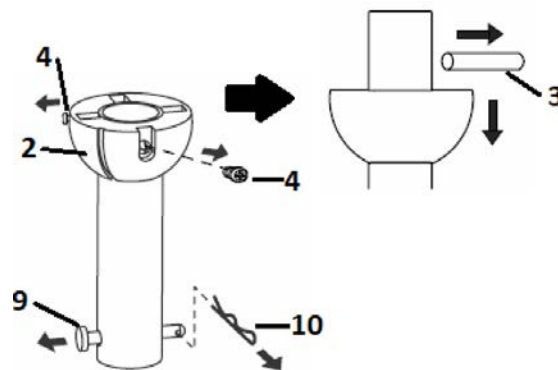

Fig. 4.1
1. Quite la junta esférica (2) y el pasador (3) aflojando el juego de tornillos de fijación (4) de la barra colgante (6). Retire el pasador de horquilla (9) quitándole la claveta (10) (**Fig. 4.1**). **NOTA: No se deshaga de estas piezas, dado que se requerirán para volver a montarlas posteriormente.**